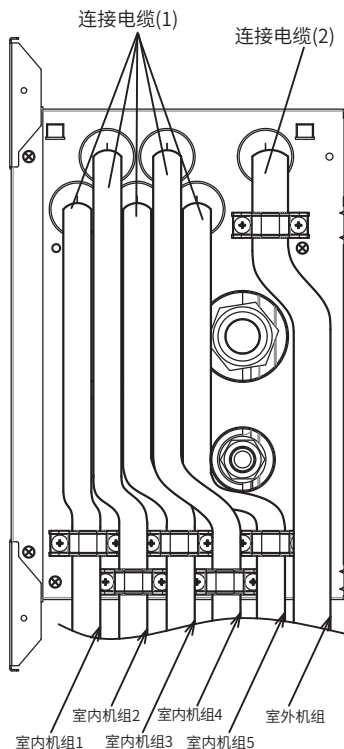

图24-3
- (2) 按照图24-3，将对应的室内/外机连接电缆线从接线孔穿过。